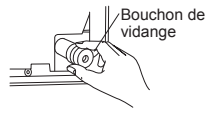

Fig. 1
- Le tuyau de vidange doit être dirigé vers le bas pour faciliter l'écoulement. (Fig. 1)
- 1) Assemblez la conduite de réfrigérant et le tuyau de vidange, appliquez ensuite fermement de la bande de feutre (4) à partir de l'extrémité. La largeur de chevauchement de la bande de feutre (4) doit correspondre au 1/3 de la largeur de la bande. Utilisez une agrafe de bande à l'extrémité de la bande de feutre (4).
- 2) Retirez le bouchon de vidange du côté arrière droit de l'unité interne. (Fig. 1)